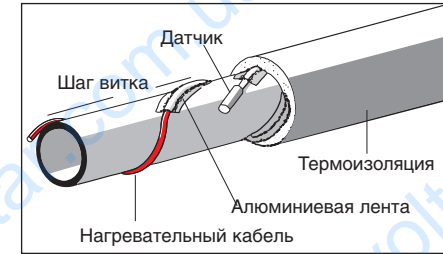

Рис. 4
3. Кабель оборачивается спиралью вокруг трубы, см. рис. 4+5.